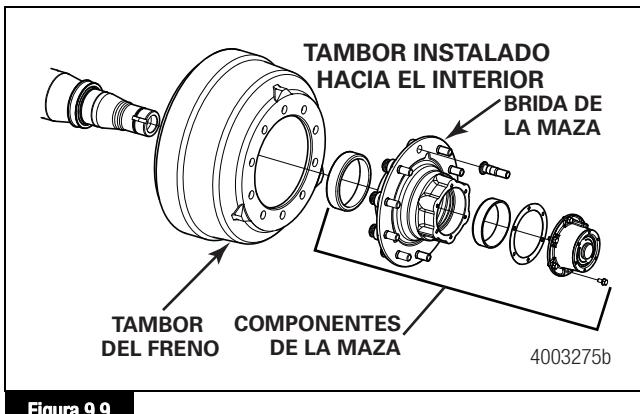

Figura 9.9
- Tambores instalados hacia el interior:** En esta configuración, el tambor del freno se instala hacia el interior de la brida de la maza. Por lo tanto, se debe retirar la maza antes de retirar el tambor del freno. La principal desventaja de este diseño consiste en que se alteran los cojinetes de extremo de rueda, los sellos y el lubricante durante el mantenimiento del freno. Figura 9.9.